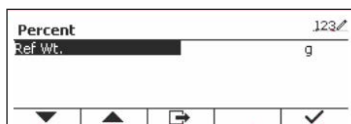

Figure 68
- Appuyez sur le bouton multifonction correspondant à l'icône  pour accéder au sous-menu de saisie du poids de référence. (Voir Figure 68)